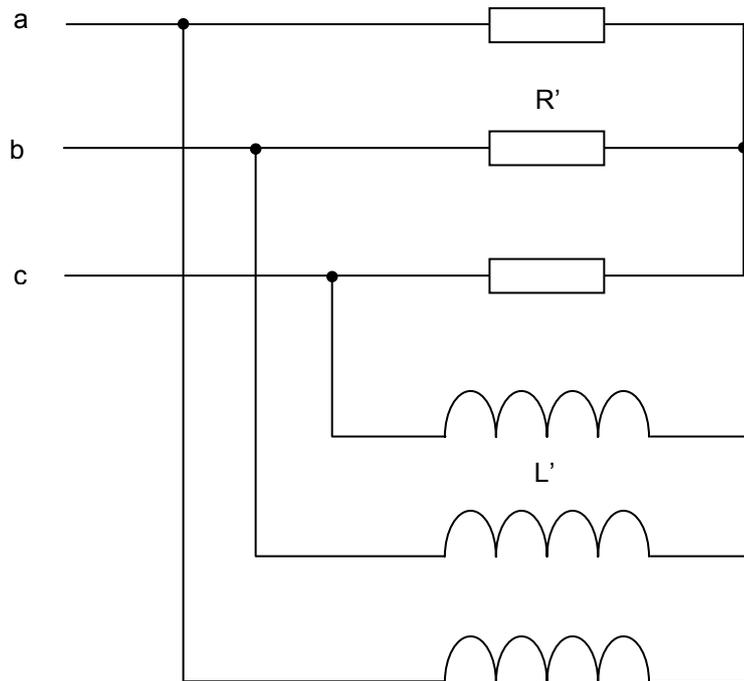

Figure 3
1.6.4. La charge réellement utilisée est constituée d'une charge résistive équilibrée associée à une charge inductive équilibrée montée en parallèle selon la Figure 3. On admet que L' est une inductance pure. Calculer R' et L' pour que cette charge soit équivalente à la précédente.